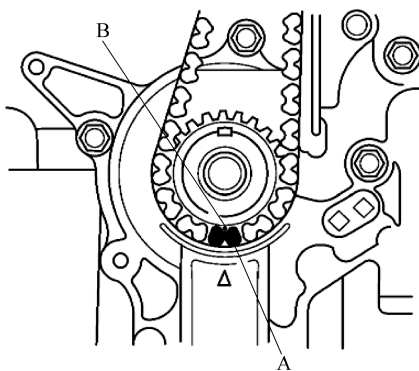

图 2-126 对齐彩色链节与曲轴链轮标记
3) 使彩色链节(A)与曲轴链轮上的 TDC 标记(B)对齐，将正时链安装在曲轴链轮上，见图 2-126。